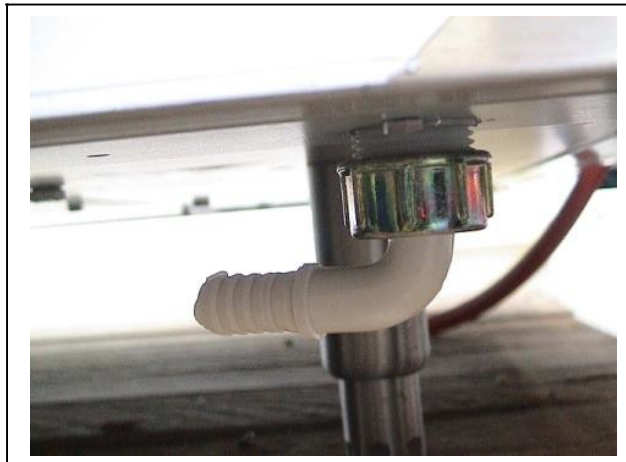

Fig. 2
- Installer le joint du tuyau en plastique muni de l'anneau en caoutchouc et de l'écrou en cuivre à l'extrémité de la vanne d'alimentation en dessous du Deli Merchandiser. Voir fig. 2.